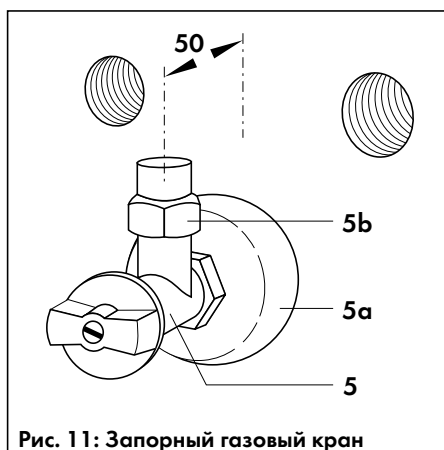
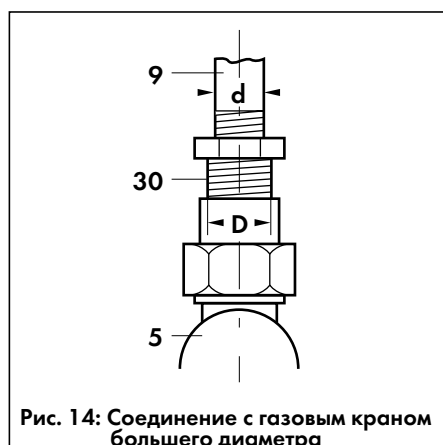

Рис. 11: Запорный газовый кран
Рис. 14: Соединение с газовым краном большего диаметра
**Примечание:** При давлении природного газа на входе менее 20 мбар прокладку газопровода вести трубой большего диаметра, чем присоединительный размер в аппарате. См. также рис. 14 на стр. 19.
- Предварительно навинтите с уплотнением верхнюю часть разъёмного резьбового соединения (5b, рис. 11) на штуцер входного газового патрубка (9, рис. 14) в аппарате. В случае, когда аппарат подсоединяется к газопроводу большого диаметра, соединение с краном большого диаметра выполняется через соответствующий переходник (30), как показано на рис. 14.
Таблица размеров к рис. 14